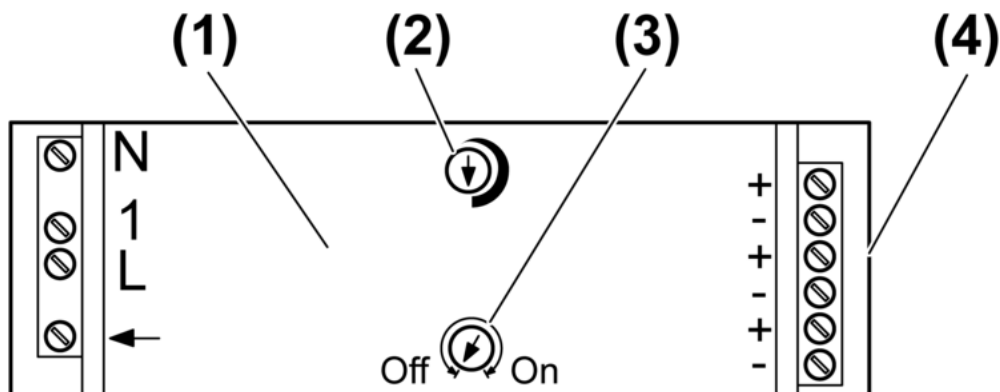

Bild 1: Geräteaufbau
- Einsteller **Grundhelligkeit** (Bild 1) verstellen, bis eine noch gut sichtbare Grundhelligkeit gegeben ist.